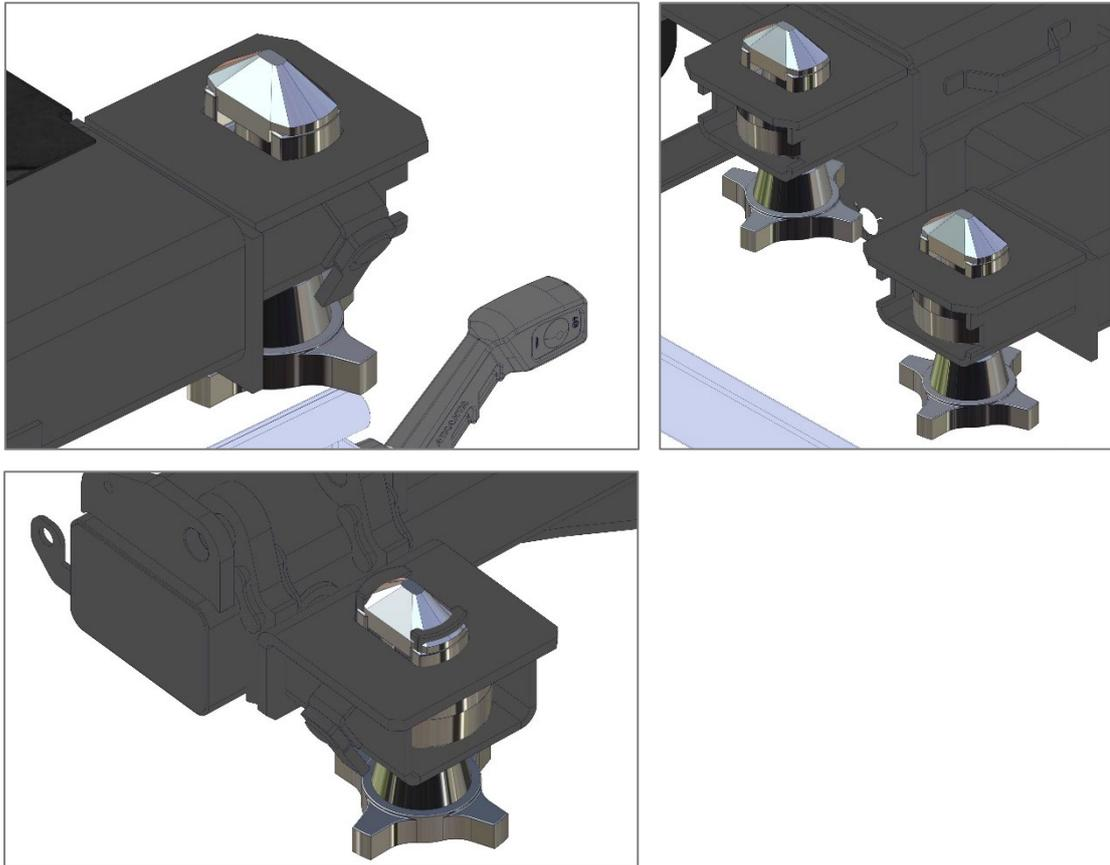

Рис. 43, рис. 43.1 и рис. 43.2. Положение фиксаторов стопоров контейнера
- проверьте, положение фиксаторов стопоров контейнера на раме полуприцепа (рис. 43, рис. 43.1 и рис. 43.2);